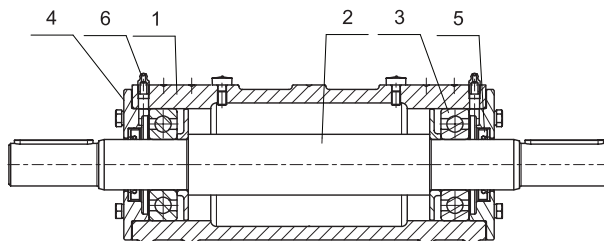

Рисунок 2. Подшипниковая опора
3.5 Подшипниковая опора состоит из литого корпуса-1 (см. рис. 2), вала-2, вращающегося в двух подшипниках качения-3 (типоразмер подшипника указан в п.б.4.4). Корпус с двух сторон закрывается боковыми крышками-4. Места прохода вала через боковые крышки уплотнены манжетными уплотнениями-5. Для пополнения смазки в корпусе установлены две пресс-маслёнки-6.